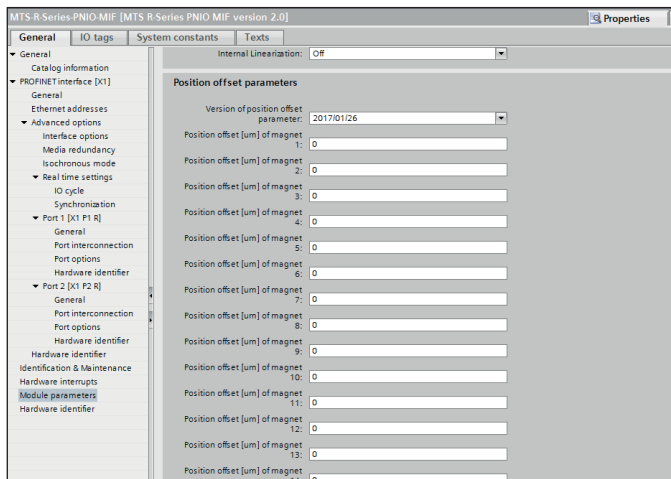

Abb. 64: Einstellung des Offsets
- **Offset:** In dem Unterabschnitt „Position offset parameters“ können Sie den Offset, eine Verschiebung des Messbereichsanfangs, separat für jeden Magneten – unabhängig von weiteren Magneten auf dem Sensorstab/Sensorprofil – einstellen (Abb. 64). Dabei können Sie die Werte mit einer Schrittweite von 1 µm in dem Bereich zwischen -214...+214 m festlegen.